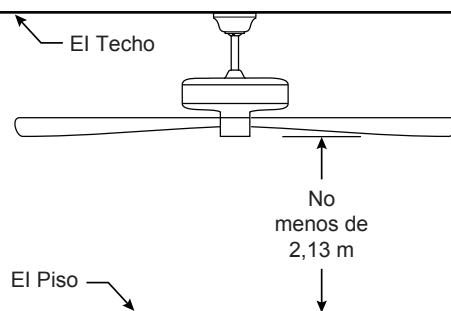

Figura 2
2. Retire el clip de horquilla y pasador de horquilla de la parte inferior de la bola para colgar. Retener el pasador y clip para la reinstalación en el paso 4. (Figura 2)
Debe colgar el ventilador a una distancia mínima de 2,13 m desde las aspas hasta el piso. (Figura 2)
Para evitar una posible descarga eléctrica, asegúrese de cortar la alimentación eléctrica de la caja de fusibles principal antes de alambrado el ventilador. (Figura 2)